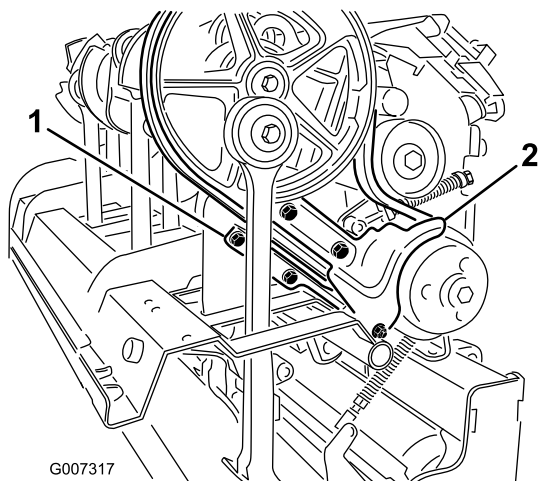

Figura 37
3. Retire os fixadores que prendem a proteção contra sujidade e a proteção da correia inferior (Figura 37). Retire a proteção contra sujidade e a proteção da correia inferior.